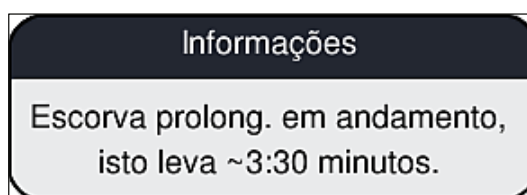

Fig. 107
6. Na tela, surge uma mensagem de informações (→ Fig. 107) que informa o usuário sobre a duração. Esta mensagem aparece assim que o bombeamento de ar é concluído.